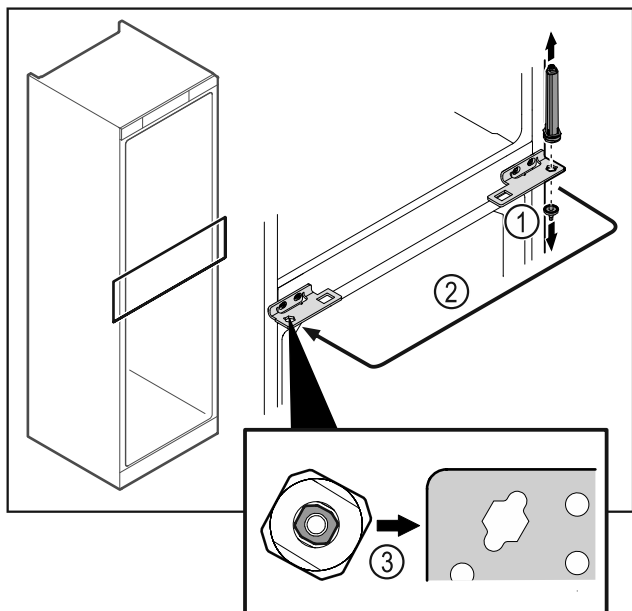

Fig. 44
- ▶ Lironi bulonin e menteshës Fig. 44 (1).
- ▶ Ktheni sistemin e mbylljes së derës Fig. 44 (2) në anën tjetër.
- ▶ Gjatë vendosjes, bëni kujdes për orientimin e saktë të sistemit të mbylljes së derës Fig. 44 (3).